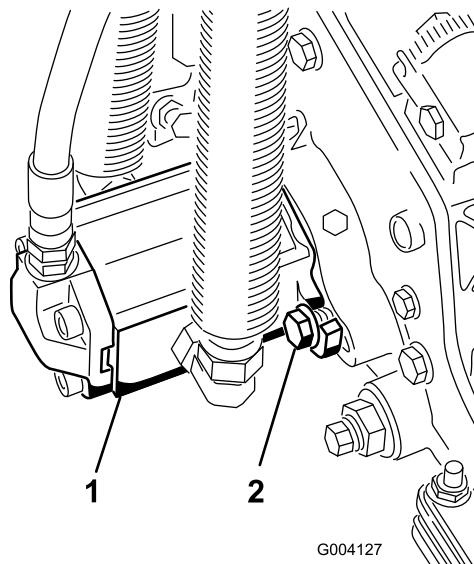

Figura 13
16. Instale o motor rodando-o no sentido dos ponteiros do relógio de forma a que as flanges do motor se afastem dos parafusos (Figura 13).